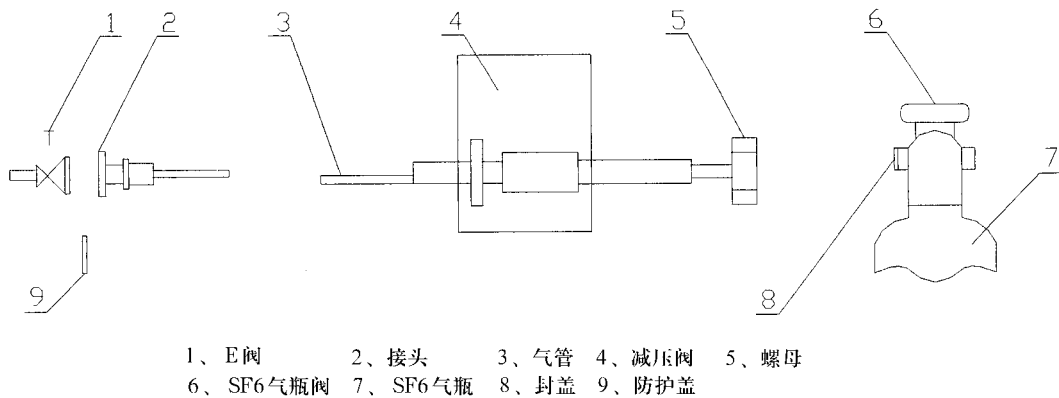

图16 SF6 气体充气
3.5.1.1.1 在设备的供气口图10E阀与真空泵间接好充气管，见图16 SF₆气体充气图。